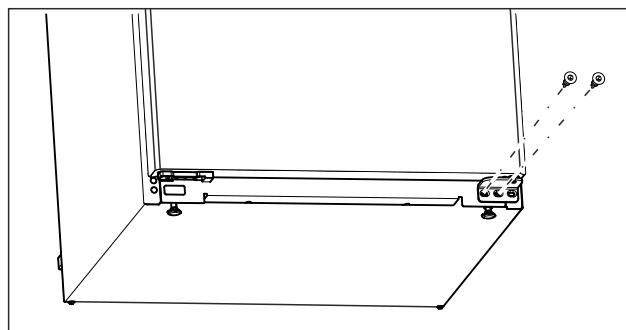

Fig. 14
- Отвийте централните винтове на долната лагерна стойка с отвертка Torx 20. (виж Fig. 14)